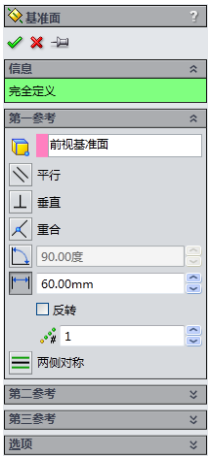
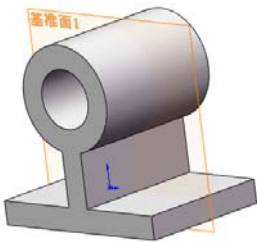

图 4-71 “基准面”属性管理器
图 4-72 添加的基准面
**16** 添加基准面。在左侧的“FeatureManager 设计树”中用鼠标选择“前视基准面”, 单击“参考几何体”工具栏“基准面”图标按钮, 此时系统弹出如图 4-71 “基准面”属性管理器。在“等距距离”一栏中输入 60mm, 并调整设置基准面的方向。单击属性管理器中的“确定”图标按钮, 添加一个新的基准面, 结果如图 4-72 所示。